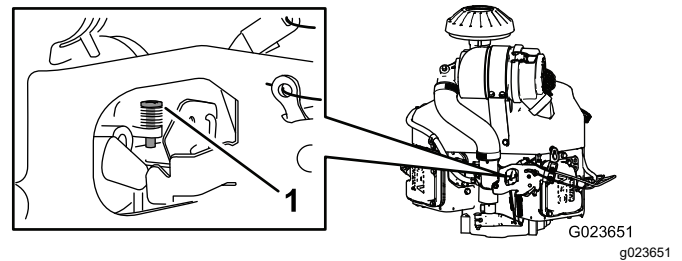

Figure 66
4. Ajustez la vis d'arrêt sur le carburateur (Figure 66) pour régler le régime de ralenti entre 1 350 et 1 550 tr/min.